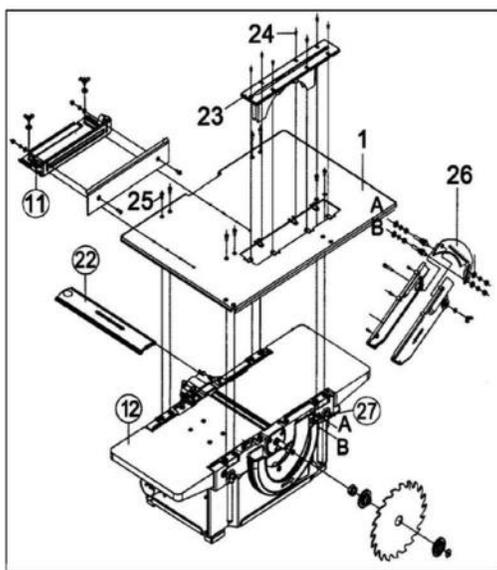

Рис. 8
2. Далее следует установить вставку (23) циркулярного диска в отверстие циркулярного стола, и закрепить винтами (24) (См. Рис.8).
4. Циркулярный стол (1) с установленной вставкой (23) поместить поверх фуговального стола (12), и закрепить винтами (25) (См. Рис.8) к опорам.
1. После установки и регулировки расклинивающего ножа, закрепите на ноже верхний кожух циркулярного диска (2) (См. Рис.8; 10). Закрепите кожух фиксирующим винтом.